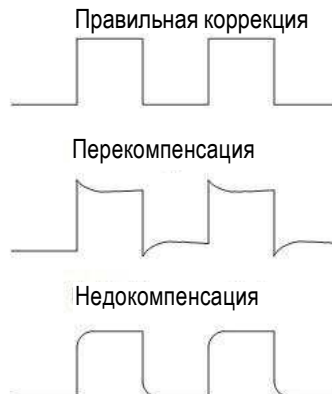

Рис. 4 Низкочастотная коррекция пробника
4. Если форма сигнала отличается от показанной на рис. 4 ("Правильная коррекция"), то возьмите отвертку с пластмассовым лезвием и отрегулируйте подстроечник на пробнике так, чтобы получить правильную форму прямоугольного сигнала.